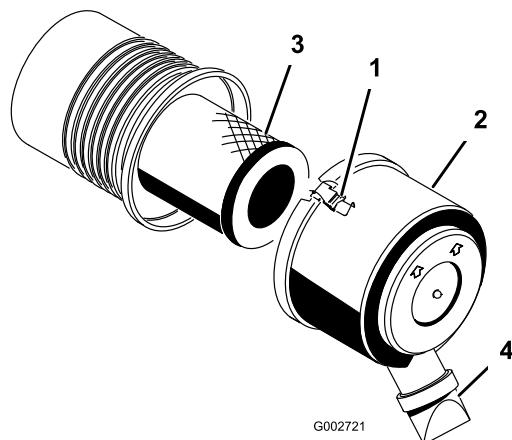

図 27
1. エア・クリーナのカバーをボディーに固定しているラッチを外す(図 27)。